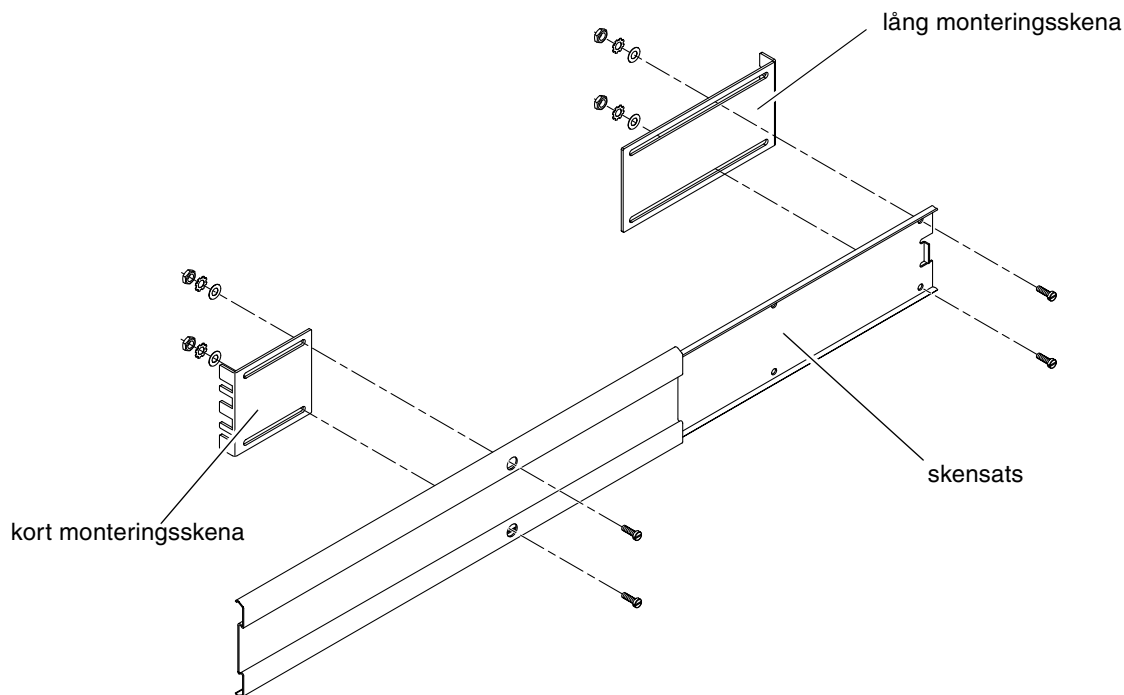

BILD 3-11 Skruva fast skensatsen på monteringsskenorna
10. Skruva fast skensatsen i den långa och korta monteringsskenan på rackets fram- och baksida (BILD 3-11).